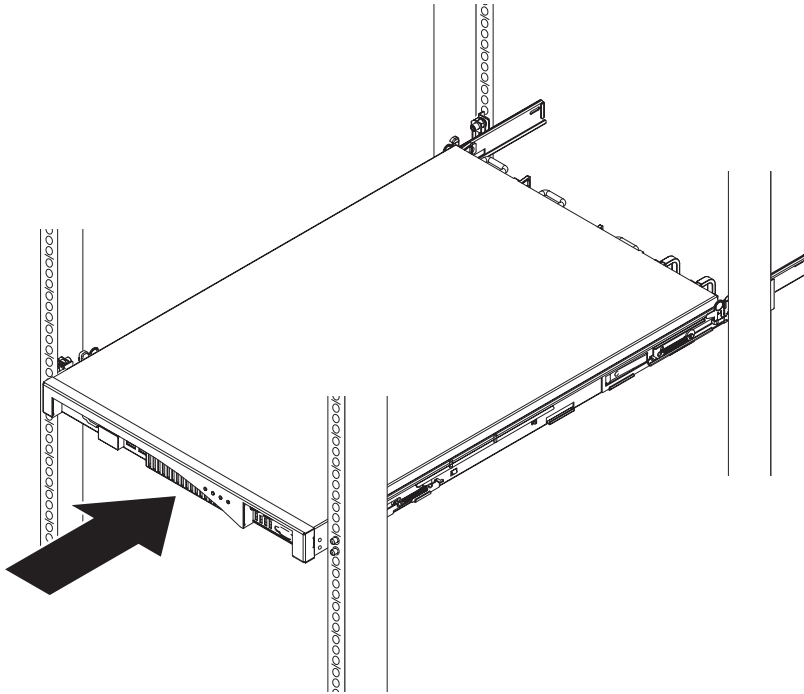

Figure 7. Coulissage du dispositif dans l'armoire
1. Faites coulisser le dispositif dans l'armoire. Depuis l'avant de l'armoire, faites coulisser le dispositif sur les glissières de montage (voir figure 7). Ne faites pas coulisser le dispositif dans l'armoire jusqu'à ce qu'il s'enclenche.